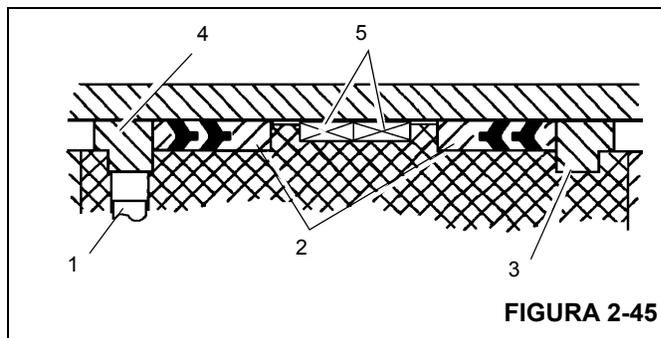

FIGURA 2-45
10. Instale los anillos de bloqueo de guía, los sellos de hidrobloqueo y los anillos de desgaste en la parte exterior del émbolo Figura 2-45. Consulte la figura titulada.